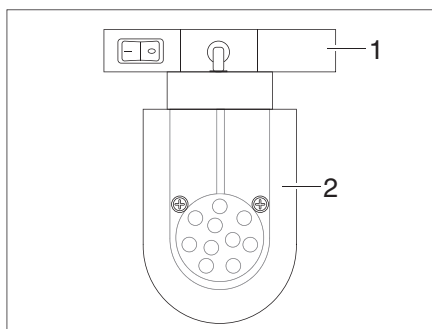

Fig. 64 Foco de LED (ejemplo)
- Sujetar el soporte (Fig. 64,1) y girarlo en 90°.
- Extraer el foco de LED (Fig. 64,2) del sistema de rieles.
- Colocar el foco de LED (Fig. 64,2) en el sistema de rieles en la posición deseada y girarlo en 90°.